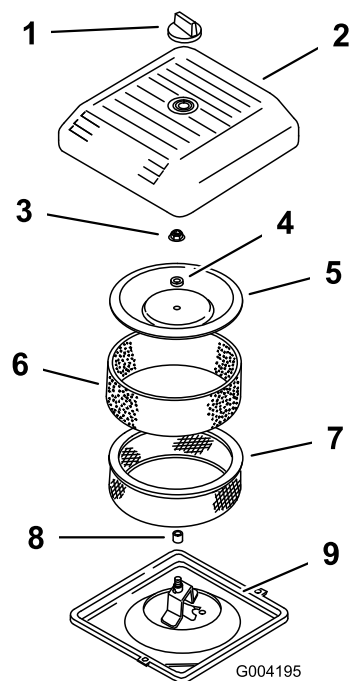

图43
3. 拧下旋钮并取下空气滤清器盖图43。
4. 小心将泡沫预滤器滑出纸质滤芯图43。
5. 拧下护罩螺母并取下护罩、隔片和纸质过滤器图43。
2. 将空气滤清器总成放到空气滤清器基座上 (图43)。
3. 安装护罩、隔片、并使用护罩螺母固定 (图43)。上紧螺母扭矩至 11N·m。
4. 安装空气滤清器盖、使用旋钮固定 (图43)。